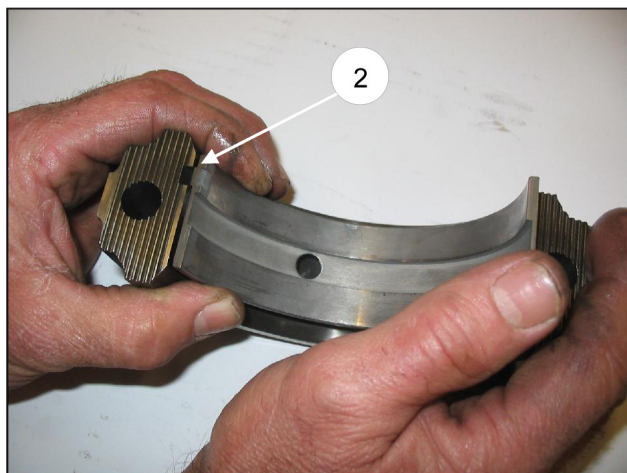

Fig. 6/a
Si vous avez démonté les tiges de guide de piston, avant le remontage, vérifier le positionnement correct des joints toriques (rep. ①, Fig. 6/b), les remplacer si nécessaire. Serrer les tiges de guide de piston à l'aide des 2 vis M6 au couple indiqué dans le tableau page 45.